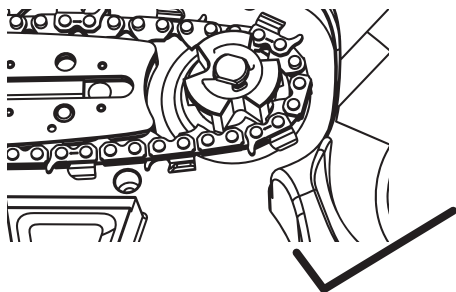
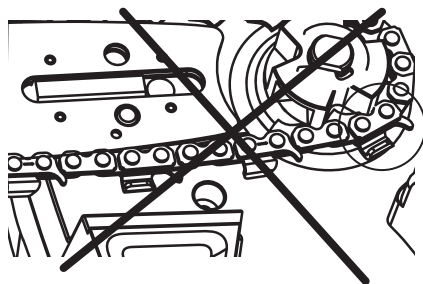

Рис. 5
Рис. 6
4. Убедитесь, что все детали установлены правильно, и удерживайте цепь и шину в горизонтальном положении. Убедитесь, что ведущие звенья полностью сидят на ведущей звездочке (Рис. 5), избегая образования перегиба, как показано на Рис. 6. Если перегиб все же образовался, поднимите цепь непосредственно перед перегибом и затем вытяните ее.